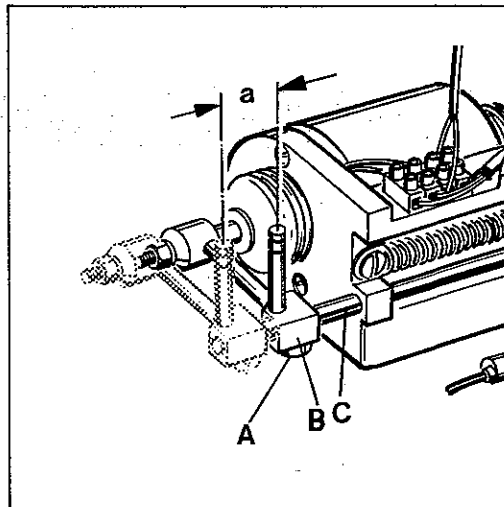

Fig.57
The stroke (a, Fig. 57) of the solenoid has to be set for the different needle distances as shown in the following chart:
Der Hub (a, Fig. 57) des Magneten muß für die verschiedenen Nadelabstände entsprechend folgender Tabelle eingestellt werden:
For setting remove the cloth plate. Loosen nut (A, Fig. 57) and move crosshead (B) on shaft (C) as required. Retighten nut (A).
Entfernen Sie zum Einstellen die Stoffplatte. Lösen Sie die Mutter (A, Fig. 57) und verschieben Sie den Kreuzkopf (B) auf der Achse (C) entsprechend. Ziehen Sie die Mutter (A) wieder an.